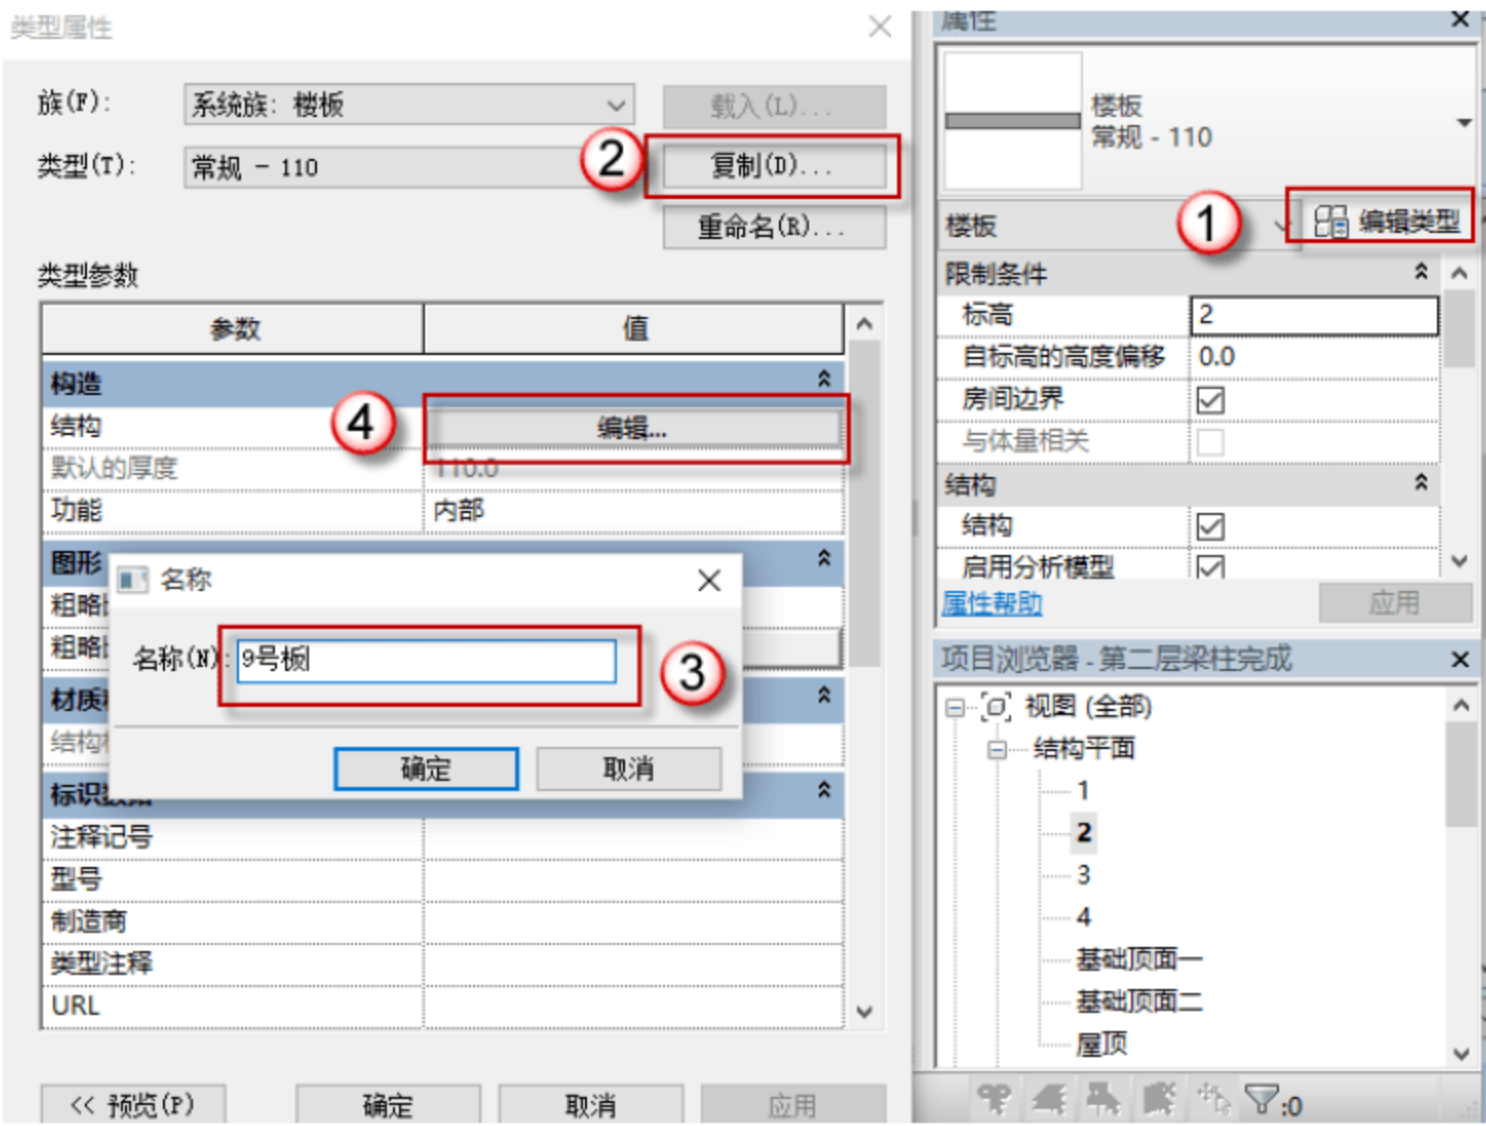

图 3.2.73 设置 9 号板参数
(19) 设置 9 号板参数，按快捷键 S+B，进入编辑模式，单击“编辑类型”按钮，在弹出的对话框中单击“复制”按钮，在弹出的对话框中命名板号，单击“确定”按钮。单击“编辑”按钮，设置参数，将板厚设置为 110，如图 3.2.73 所示。